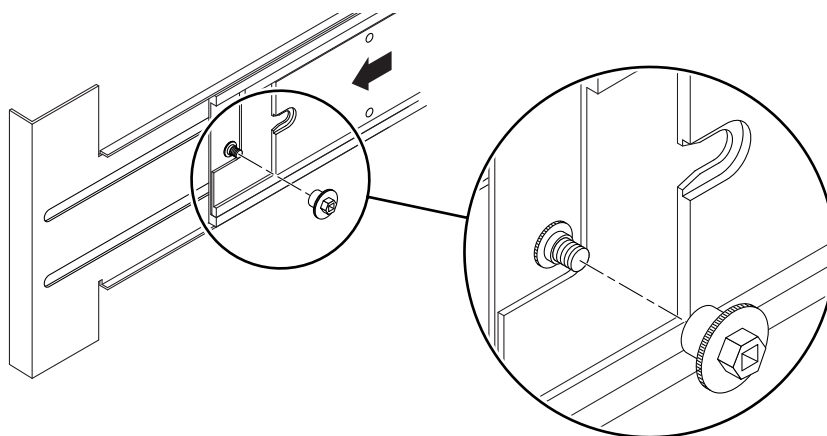

図 3-13 固定ナットの挿入および取り付け
5. システムの背面で、固定ナットをワッシャーに挿入して締めます (図 3-13)。
1. システムの背面で、各ワッシャーから固定ナットを取り外します (図 3-13)。